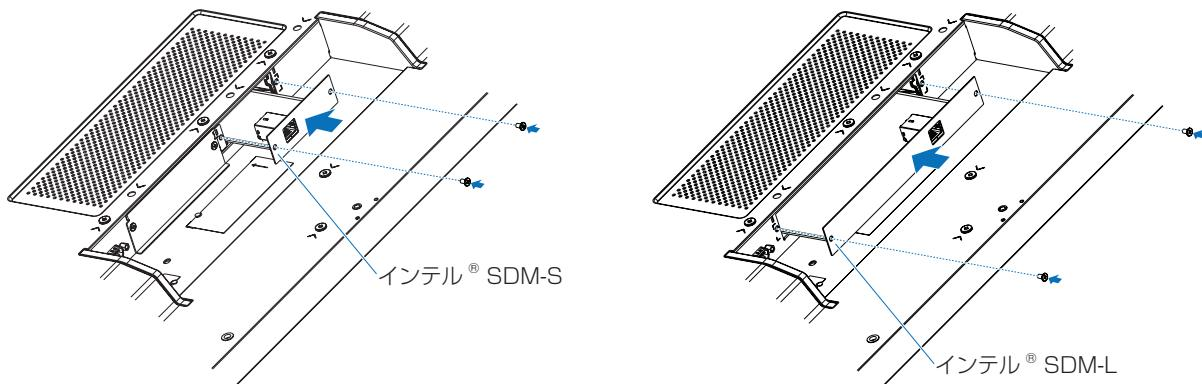

図2
5. オプションボードを取り外したネジで固定します（図2）。（締付トルク：50～80 N·cm）